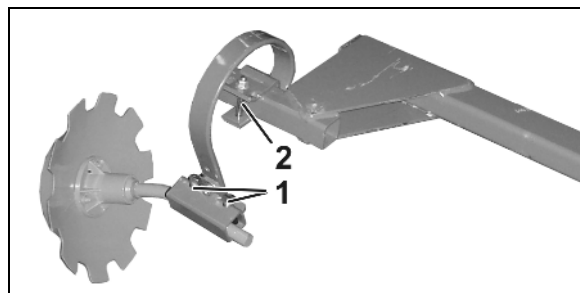

Fig. 97
3. Indstil arbejdsdybden ved at flytte bolten (Fig. 97/2) i sporløsnernes fortanding (Fig. 97/1) og sørg for at sikre med en ringstift.